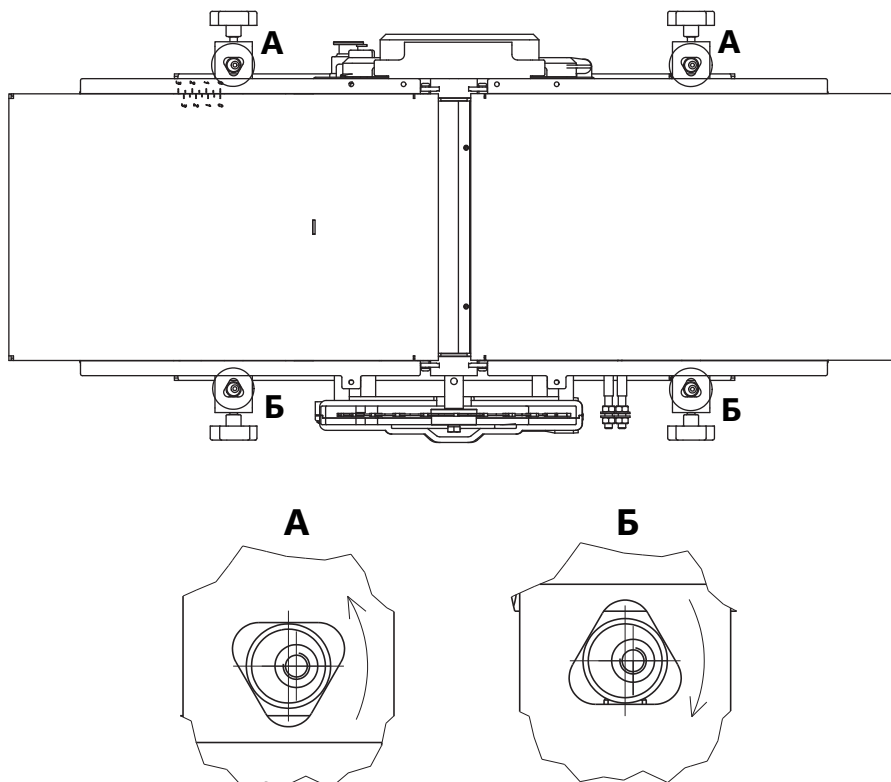

Рисунок 6. Установка эксцентриковых стоек
- Установить эксцентриковые стойки на станок с одинаковым расположением смещённого отверстия на стойках по длине станка (рис. 6).